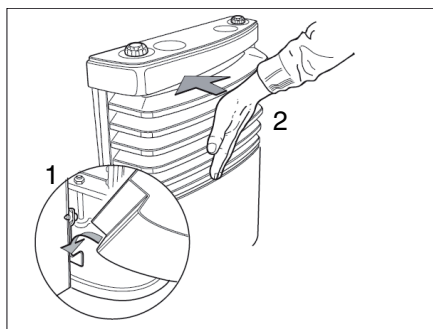

Fig. 107 Applicazione della copertura del riscaldamento
- Montare la copertura del riscaldamento agganciandola nei supporti inferiori (Fig. 107,1).
- Richiudere la copertura facendo innestare la leva di bloccaggio con uno scatto udibile (Fig. 107,2).